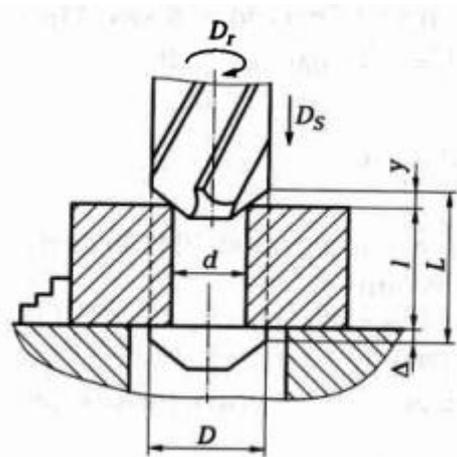

Рисунок 1 – Схема процесса зенкерования
1. На вертикально-сверлильном станке 2Н135 зенкеруют предварительно обработанное сквозное отверстие (рисунок 1) диаметром  $d=44,4$  мм до диаметра  $D=46,7$  мм на глубину  $l=70$  мм (под последующую обработку одной разверткой). Материал заготовки – бронза БрОЦ4-3 твердостью 70НВ. Заготовка – отливка. Обработка выполняется с охлаждением. Требуется выбрать режущий инструмент, назначить режим резания и определить машинное время.
2. На вертикально-сверлильном станке 2Н135 зенкеруют сквозное отверстие (рисунок 1) диаметром  $d=42$  мм до диаметра  $D=44$  мм на глубину  $l=10$  мм. Материал заготовки сталь 45Х с  $\sigma_{\text{в}}=650$  МПа и твердостью 180НВ. Заготовка из горячекатаного проката, при обработке она охлаждается эмульсией. Требуется выбрать режущий инструмент, назначить режим резания и определить машинное время.
3. На вертикально-сверлильном станке 2Н135 зенкеруют сквозное отверстие (рисунок 1) диаметром  $d=18$  мм до диаметра  $D=20$  мм на глубину  $l=20$  мм. Материал заготовки сталь 45Х с  $\sigma_{\text{в}}=600$  МПа и твердостью 160НВ. Заготовка из горячекатаного проката, при обработке она охлаждается эмульсией. Требуется выбрать режущий инструмент, назначить режим резания и определить машинное время.
4. На вертикально-сверлильном станке 2Н135 зенкеруют сквозное отверстие (рисунок 1) диаметром  $d=40$  мм до диаметра  $D=42$  мм на глубину  $l=25$  мм. Материал заготовки сталь 45Х с  $\sigma_{\text{в}}=650$  МПа и твердостью 165НВ. Заготовка из горячекатаного проката, при обработке она охлаждается эмульсией. Требуется выбрать режущий инструмент, назначить режим резания и определить машинное время.
5. На вертикально-сверлильном станке 2Н135 зенкеруют сквозное отверстие (рисунок 1) диаметром  $d=50$  мм до диаметра  $D=51H11$  мм на глубину  $l=25$  мм. Материал заготовки сталь 45 с  $\sigma_{\text{в}}=700$  МПа и твердостью 180НВ. Заготовка из горячекатаного проката, при обработке она охлаждается эмульсией. Требуется выбрать режущий инструмент, назначить режим резания и определить машинное время.